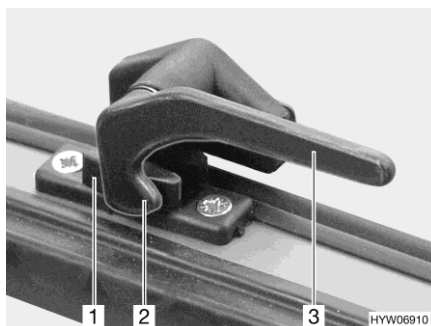

Bild 38 Låsarm (läget "stängt")
- Sväng låsarmen (Bild 38,3) ett kvarts varv mot fönstrets mitt.
- Sväng låsarmen (Bild 38,3) ett kvarts varv mot fönsterkarmen. Låsspaken (Bild 38,2) är placerad på insidan av fönsterlåset (Bild 38,1).
- I läget "helt stängt" (Bild 38)